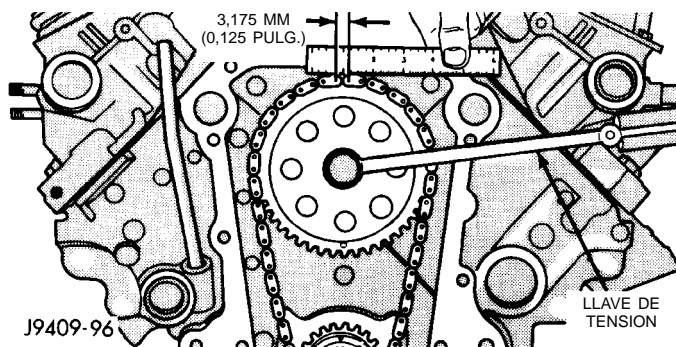

Fig. 5 Medición de desgaste y tirantez de la cadena de distribución
(1) Coloque una escala junto a la cadena de distribución para poder medir cualquier movimiento de la cadena.
(2) Coloque una llave de tensión y un casquillo de acoplo sobre el perno de instalación de la rueda dentada del árbol de levas. Aplique torsión en la dirección de rotación del cigüeñal para reducir el aflojamiento. La torsión deberá ser de 41 N·m (30 lbs. pie) si la culata de cilindros está instalada o de 20 N·m (15 lbs. pie) si ésta se ha retirado. Cuando se aplica torsión al perno de la rueda dentada del árbol de levas, no debe permitirse que se mueva el cigüeñal. Puede ser necesario bloquearlo para evitar su rotación.
(3) Utilice una escala con lectura dimensional a nivel con el borde de un eslabón de cadena. Cuando las culatas de cilindros están instaladas, apriete con una torsión de 14 N·m (30 lbs. pie) en la dirección inversa. Si se hubieran retirado las culatas de cilindros, apriete con una torsión de 20 N·m (15 lbs. pie) en la dirección inversa. Observe el movimiento de la cadena (Fig. 5).
(4) Si el movimiento es superior a 3,175 mm (1/8 pulg.), instale una cadena de distribución nueva.
(5) Si la cadena no es satisfactoria, retire el perno de sujeción de la rueda dentada del árbol de levas y